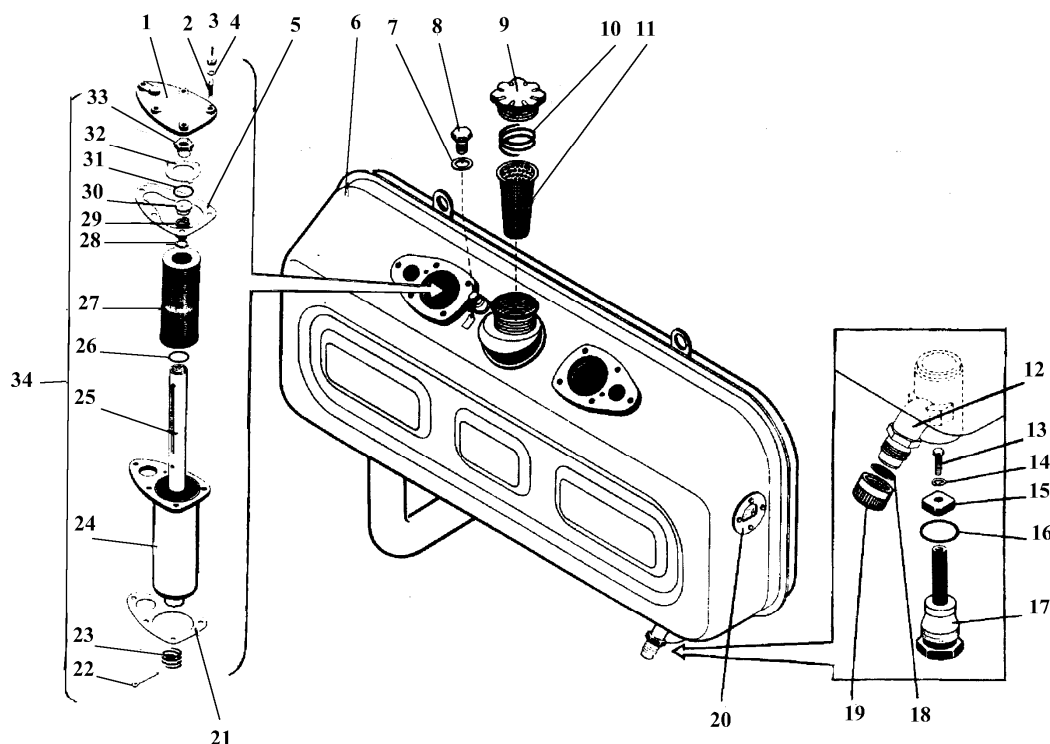

Рис. 44 Гидробак
Уровень масла в гидробаке проверяйте по смотровому окну 20 (рис. 44), масло должно быть видно в смотровом окне. Чистое и хорошо профильтрованное масло заливайте через фильтр заливной горловины 11. При проверке уровня масла в гидробаке убедитесь в отсутствии пенообразования.
- а) Отверните гайки крепления 3 (см. рис. 44) и снимите крышку 1.